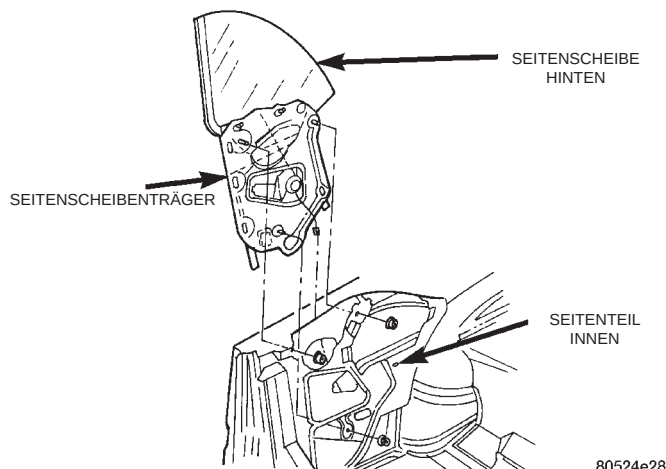
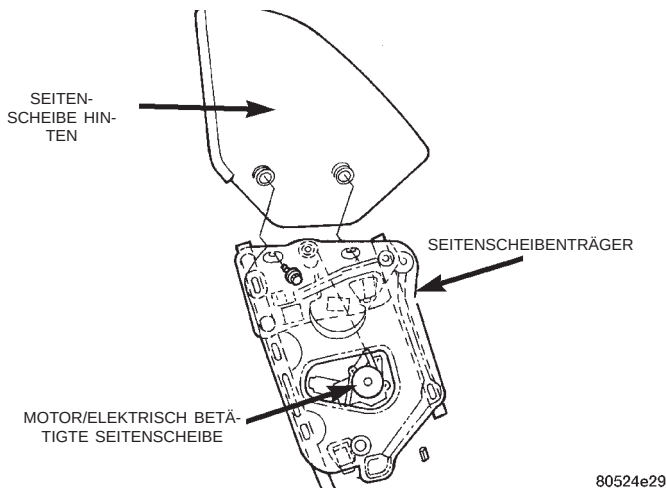

Abb. 65 Seitenscheibenträger
Abb. 66 Seitenscheibe hinten
- (1) Nach Möglichkeit zur Erleichterung des Ausbaus Seitenscheibe ganz anheben.
- (2) Seitenteilverkleidung abbauen.
- (3) Faltverdeck teilweise absenken.
- (4) Steckverbinder vom Motor der elektrischen Fensterheber abziehen.
- (5) Befestigungselemente lösen, mit denen der Seitenscheibenträger am inneren Seitenteil befestigt ist (Abb. 65).
- (6) Seitenscheibenträger nach oben aus der Öffnung des Seitenteils herausheben.
- (7) Seitenscheibe vom Seitenscheibenträger abbauen (Abb. 66).